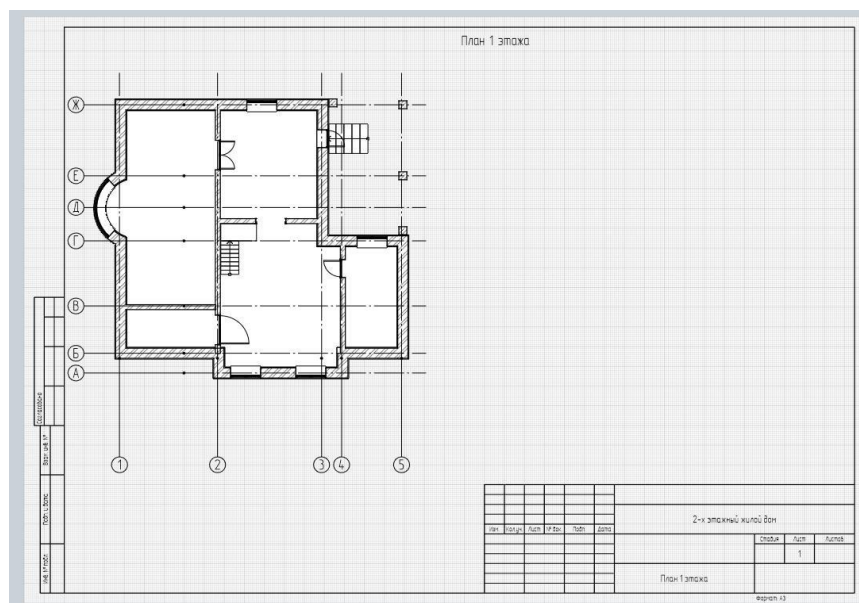

Рис. 11 Расстановка буквенных осей
10. Аналогично расставим буквенные оси (рис. 11).